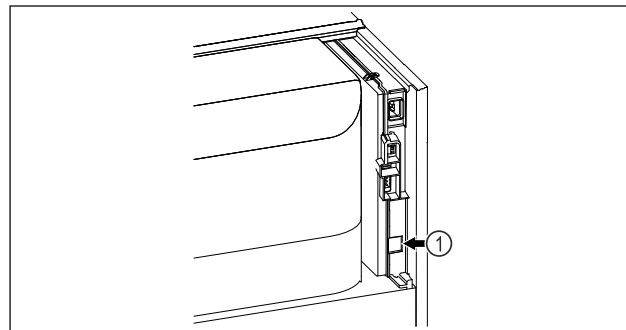

Fig. 138
- SmartModule Fig. 138 (1) er indsat.